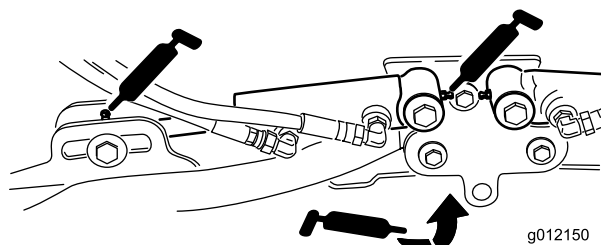

Figura 52
- Cilindri del braccio di sollevamento degli elementi di taglio (2 cad.) (Figura 52)
- Perni dei bracci di sollevamento (1 cad.) (Figura 52)